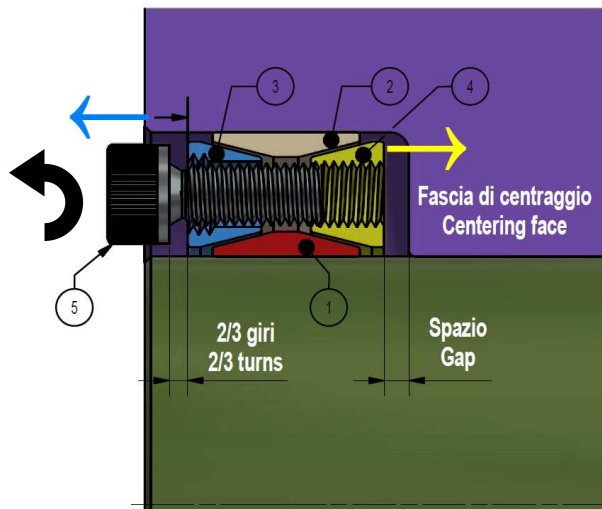

Fig. 2. Separazione degli anelli e posizionamento del calettatore.
- Il calettatore MAV 2005 non è autocentrante. Per ottenere una buona concentricità del collegamento, il mozzo deve essere provvisto di una fascia di centraggio (fig. 2).
2. Allentare tutte le viti di due/tre giri, in modo da **separare gli anelli per una più facile installazione del calettatore** (fig. 2).
3. Inserire il calettatore nel foro del mozzo ed installare l'assieme sull'albero, assicurandosi che gli elementi collegati si trovino nella posizione desiderata. **Gli anelli interno ed esterno devono essere completamente supportati rispettivamente da albero e mozzo** (fig. 2). Nel caso di mozzi con spallamento, lasciare qualche millimetro di spazio tra l'anello di spinta posteriore e lo spallamento (fig. 2).